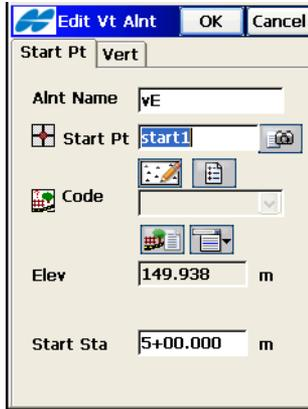

Abbildung 7-15. Neue Gradiente – Register „Startpkt“
4. Geben Sie im Register *Startpkt* des Fensters *Edit Gradiente* (Abbildung 7-15 auf Seite 7-16) den Namen der Gradiente sowie die Parameter für den Startpunkt und die Anfangsstationierung ein.
menüs **Einfügen** oder **Neu** (Abbildung 7-15 auf Seite 7-16).
3. Tippen Sie auf **OK**, um das Element zu speichern. Das Fenster **Gradiente neu** erscheint (Abbildung 7-15 auf Seite 7-16).